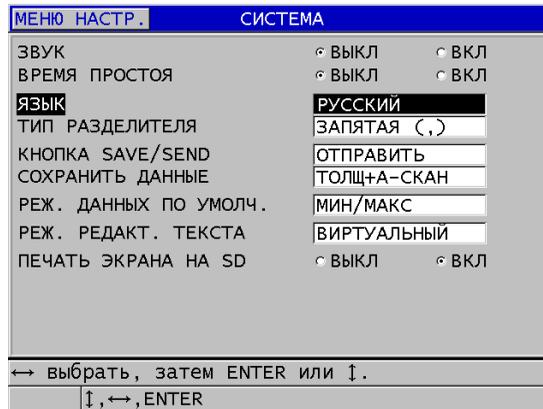

Рис. 4-1 Выбор языка пользовательского интерфейса
3. В диалоговом окне СИСТЕМА (см. Рис. 4-1 на стр. 62):